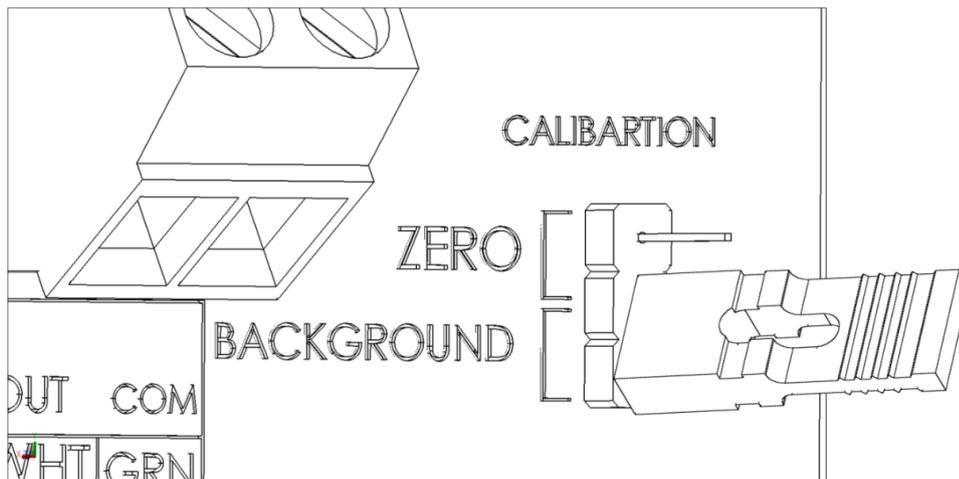

Figura 17: Cortocircuito de los puentes de fondo
5. Usando el puente J2 (consulte la Figura 3), ponga en cortocircuitos los puentes de fondo durante 10 segundos como se muestra en la Figura 17.